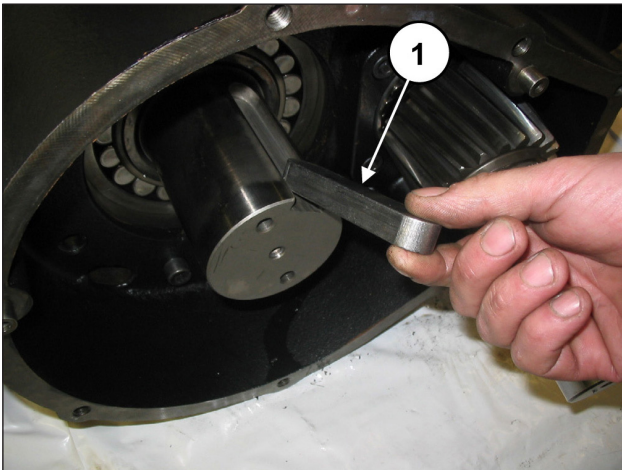

Abb. 13
Nehmen Sie die Passfeder von der Welle ab (Pos. ①, Abb. 13).